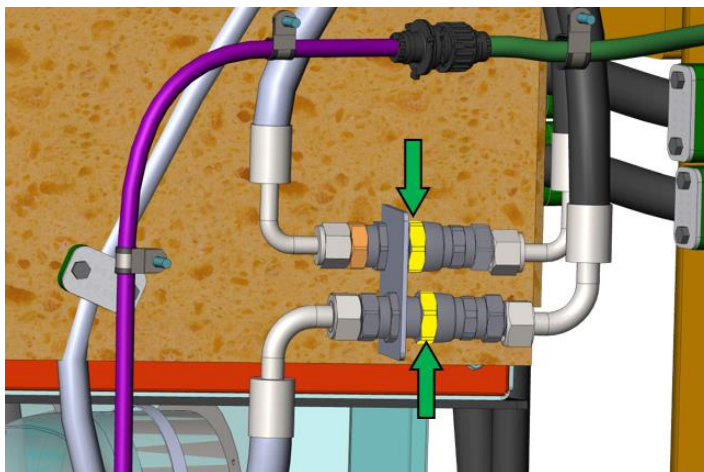

Рисунок 5.23. БРС хладнопроводов системы кондиционирования
Точки подключения быстросъемных соединений хладнопроводов системы кондиционирования размещена под кабиной слева, см. рис. 5.23. Для их отключения
- ▶ Ключом  на 30 вращая гайку против часовой стрелки разъединить быстроразъемное соединение хладнопроводов системы кондиционирования (см. рис. 5.23, гайки показаны стрелками).